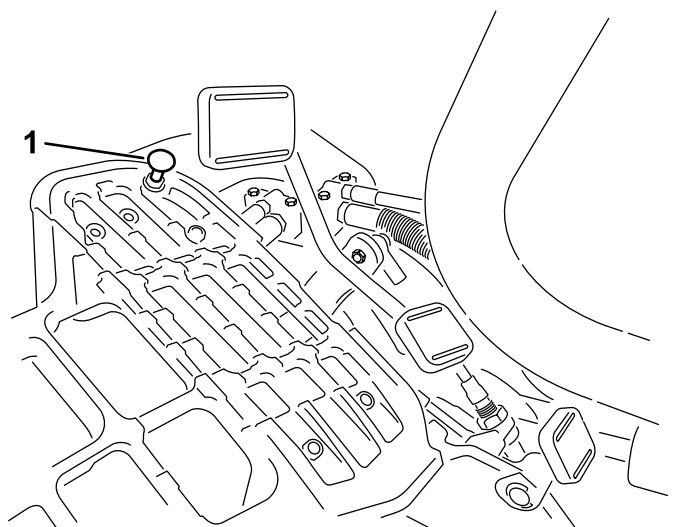

Figura 39
atingir o batente (Figura 39) antes de haver tensão no cabo, siga o procedimento abaixo:
1. Mova a alavanca de controle funcional para a posição TRANSPORT e solte a contraporca de fixação do batente ao assoalho (Figura 39).